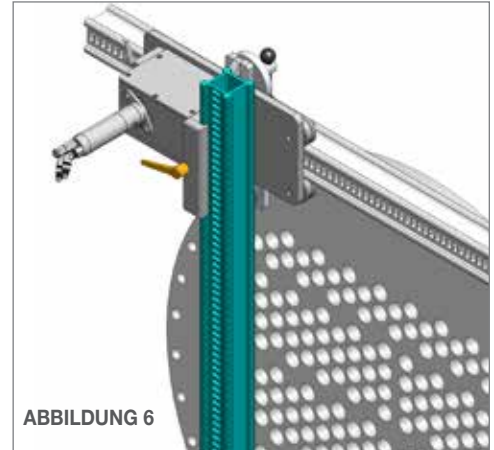

ABBILDUNG 6
6. Lösen Sie den **großen Einstellhebel** der vertikalen Schienenschnellspannvorrichtung. Richten Sie den Tragrollenschlitten mit der vertikalen Schienenschnellspannvorrichtung am horizontalen Schlitten aus. Montieren Sie die **vertikale Schiene** mit **den Schlitz nach außen** ganz unten an der horizontalen Schlittenschnellspannvorrichtung und zwischen den Rollen des Tragrollenschlittens. Justieren Sie die Position der vertikalen Schiene wie erforderlich und befestigen Sie die Schnellspannvorrichtung am horizontalen Schlitten durch Festziehen des großen Einstellhebels. (**Abbildung 6**)